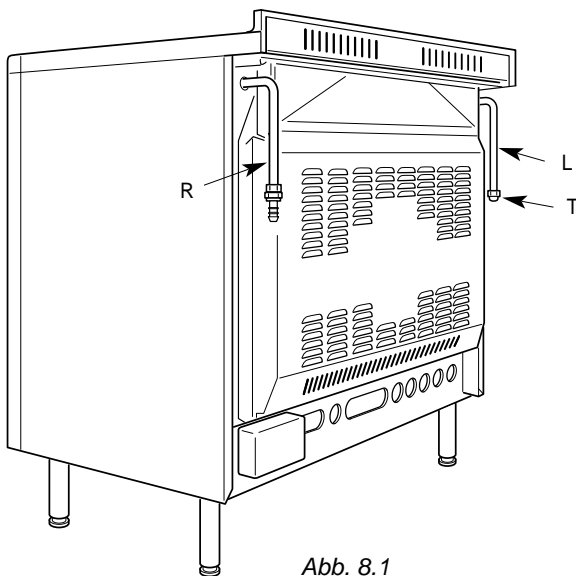

Abb. 8.1
- Die Gaszufuhr wird an der Rückseite des Herds (Abb. 8.1) an das R- oder L-Endstück des Gasschlauchs angeschlossen; der Anschlussschlauch darf die Rückwand des Geräts nicht überkreuzen.